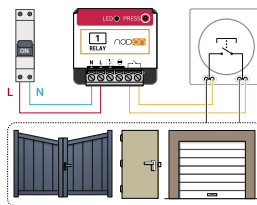

Imagen 1
- Cablee el módulo multifunción en paralelo con el pulsador, como se muestra en la imagen 1.